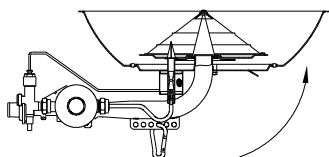

Fig. 11
- Una vez esté el aparato en la posición indicada en la Fig.11 sacudirlo ligeramente (incluso golpeando en el codo del tubo) a fin de que el polvo se desprenda de las paredes del tubo.
- With the appliance in the position indicated in Fig. 11, shake it gently (including tapping the elbow of the pipe), to ensure all dust is loosened from the walls of the pipe.
- Une fois que l'appareil se trouve dans la position indiquée à la Fig.11, secouez-le légèrement (même en frappant doucement sur le coude du tuyau) afin que la poussière se détache des parois du tuyau.